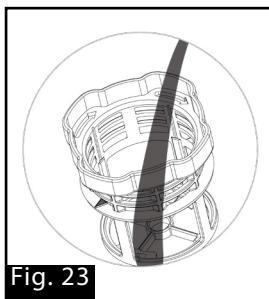

Fig. 23
4. Enjuague el filtro cilíndrico y la red del filtro (Fig. 23).